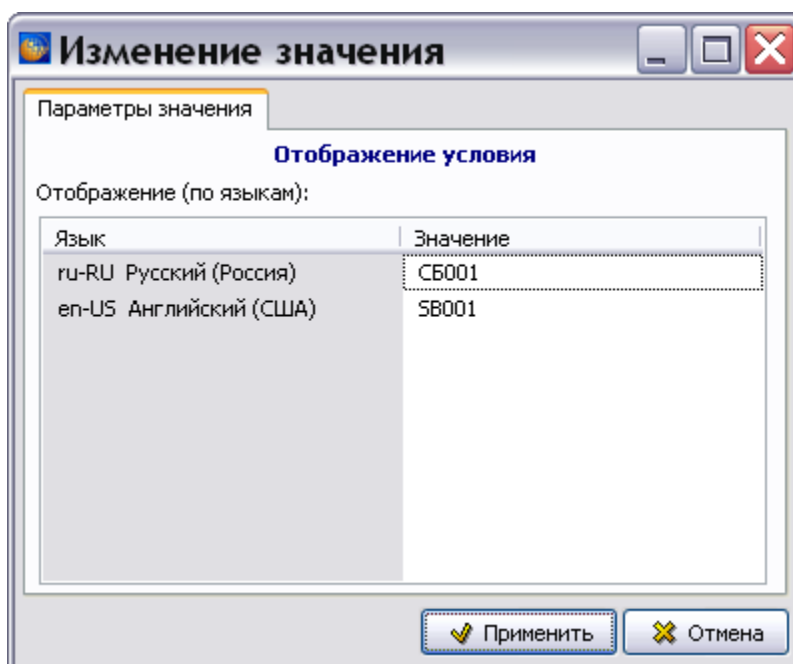

Рис. 22.19
6. Нажмите на кнопку **Изменить отображение**  и в появившемся диалоговом окне введите отображение условия для всех языков проекта (Рис. 22.19).